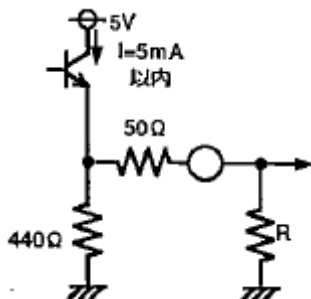

図 1
3. R, G, B 出力端子 (35, 22, 29 ピン) は図 1 のようになっています。ドライブ能力により GND 間にプルダウン抵抗を追加することができます。但し、電流 I は 5mA 以内となるように R 値を設定して下さい。図 1 の場合は R=1kΩ 以上となります。